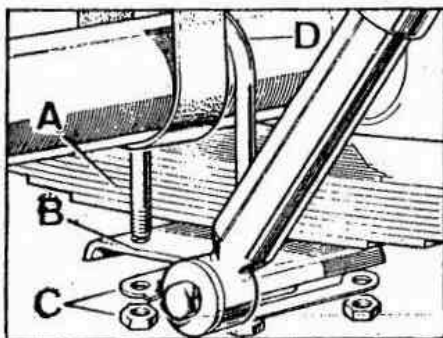

Fig. E -64 Bridas de ballesta (Modelo 88")
- 3.04. Soltar las tuercas, C (Fig. E -64) de las bridas y separar éstas del eje.